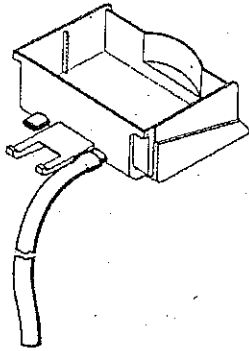

Fig. 1
7. I bunden af drypbakkerne er der to afblændingspropper. Hvis der er behov for konstant afløb, laves der hul i den ene af afløbspropperne, hvorefter der monteres en fleksslange (se fig. 1).